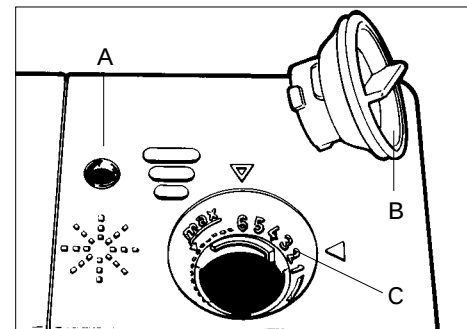

fig. 5
- Open het glansmiddelreservoir (zie fig. 5) aan de binnenkant van de deur naast het afwasmiddelbakje. De uitvoering is afhankelijk van het type vaatwasser; de reservoirs werken allen volgens hetzelfde principe.